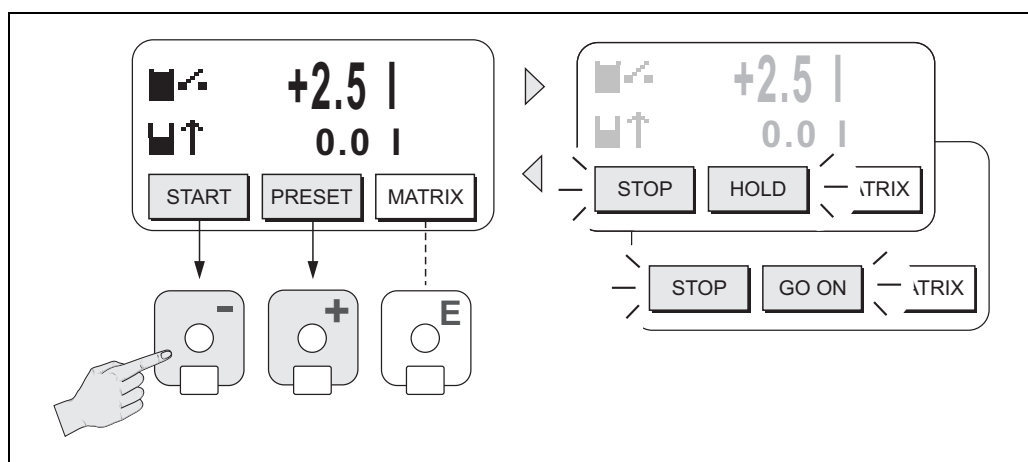

Fig. 29: Controllo dei processi di dosaggio mediante display locale (tasti)
I seguenti "tasti" appaiono quindi sulla riga inferiore del display locale → Fig. 29:
3. Dopo essere usciti dal menu IMPOSTA, il processo di dosaggio può essere attivato premendo "AVVIO (□)". Sul display sono visualizzati dei nuovi tasti (STOP / HOLD o CONTINUA). Possono essere usati in qualsiasi momento per terminare, interrompere o proseguire il processo di dosaggio → Fig. 29